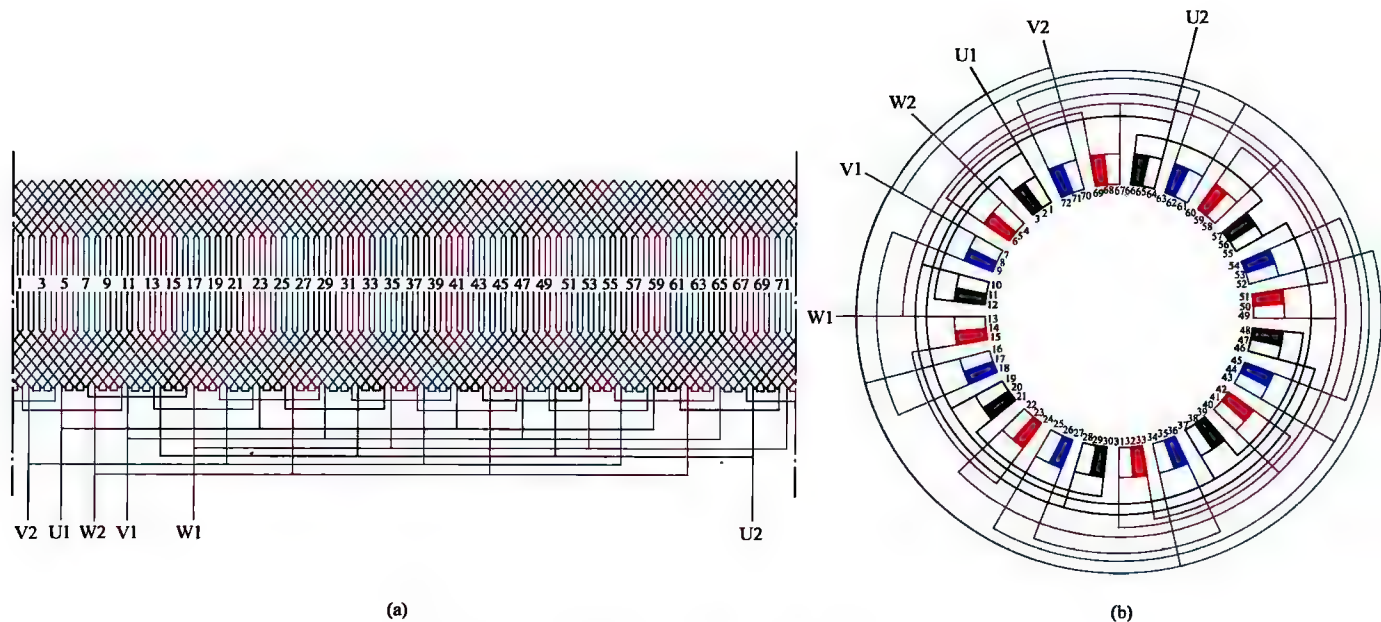

图 1-94 三相 8 极 72 槽双层叠绕组 4 路接法
94. 三相 8 极 72 槽双层叠绕组 4 路接法展开图与接线圆图 (见图 1-94)